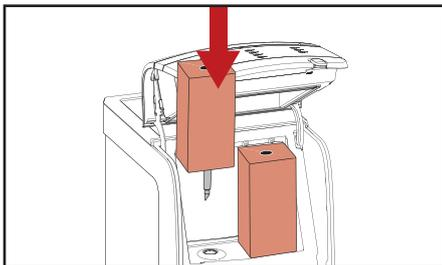

Fig. 4.1 - Colocar o pacote de produto
4. Introduza o pacote do produto (Fig. 4.1).